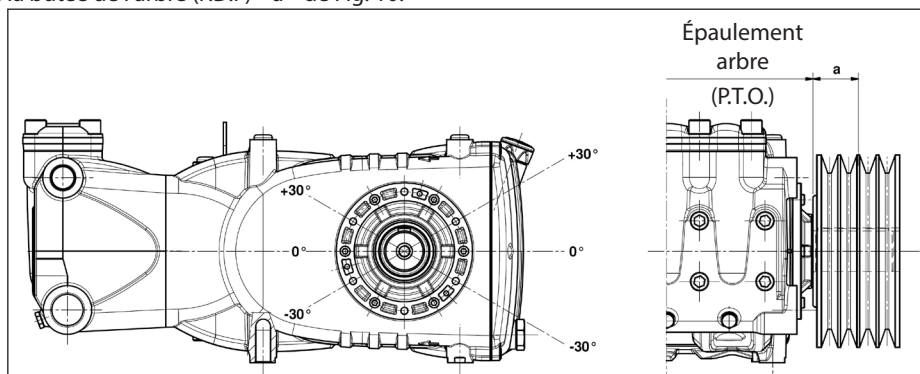

Fig. 10
La transmission est considérée appropriée si cette charge est appliquée à une distance maximum **a=40 mm** de l'épaule de l'arbre (P.D.F) comme indiqué Fig. 10.
- b) Utiliser des courroies à haut rendement - par exemple **XPB** au lieu de **SPB** - car il sera nécessaire d'avoir une quantité inférieure de courroies égales à la puissance transmise et par conséquent une distance inférieure de la résultante par rapport à la butée de l'arbre (P.D.F) « a » de Fig. 10.